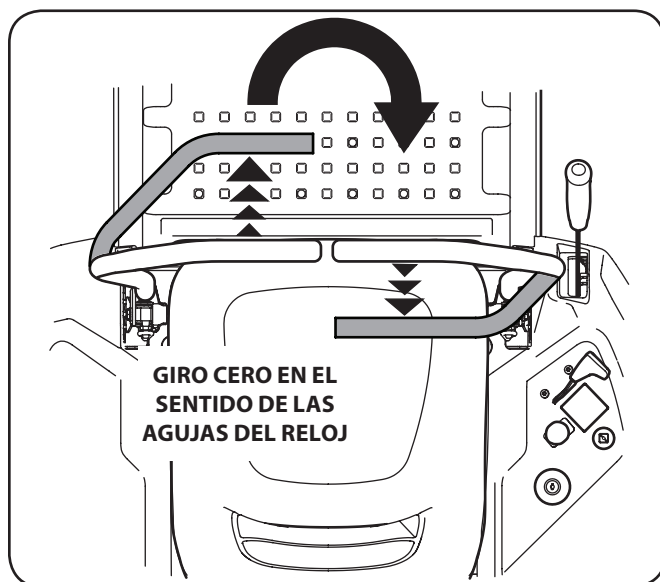

Figura 5-10
2. Para girar en el sentido de las agujas del reloj, mueva la palanca de control del lado izquierdo hacia adelante mientras mueve simultáneamente la palanca de control derecha hacia atrás. Vea la Figura 5-10.